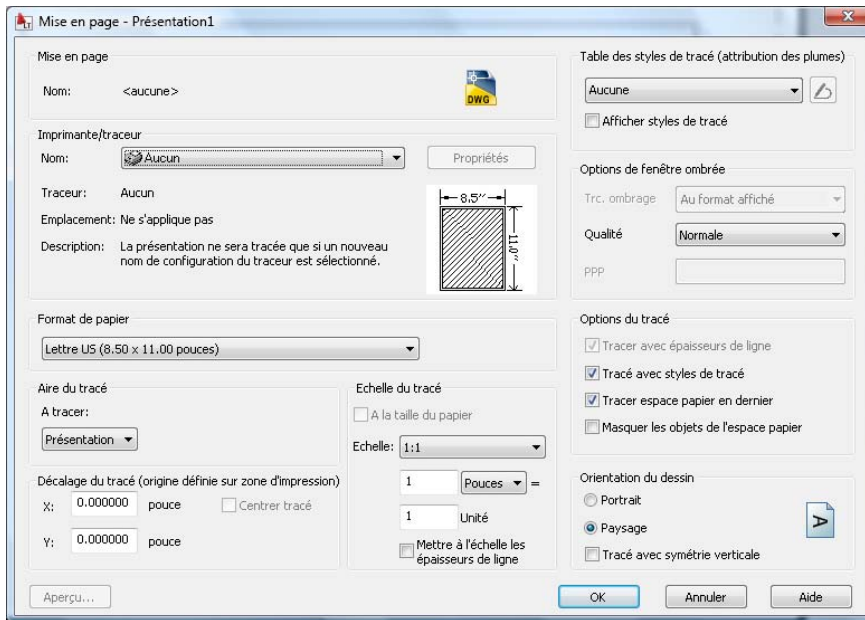

Figure 6.5
5. La boîte de dialogue Mise en page apparaît à l'écran. Elle est « vierge », aucun paramètre n'est encore défini (voir Figure 6.5).